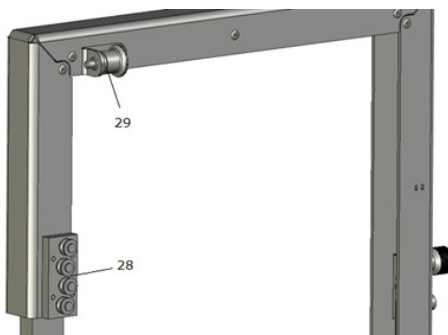

Fig. 13
Il tagliabordi (16) viene montato sul lato destro della piastra di base destra (2, fig. 1), con i rulli della slitta (28, fig. 13) dall'alto della rotaia di guida (17) prevista a tale scopo. Assicurarsi che la slitta non si inclini e che i rulli vengano inseriti dritti.
Sbloccare il tagliabordo sul perno di arresto (29, fig. 13), quindi far scorrere il filo verso il basso nel punto contrassegnato fino all'arresto.